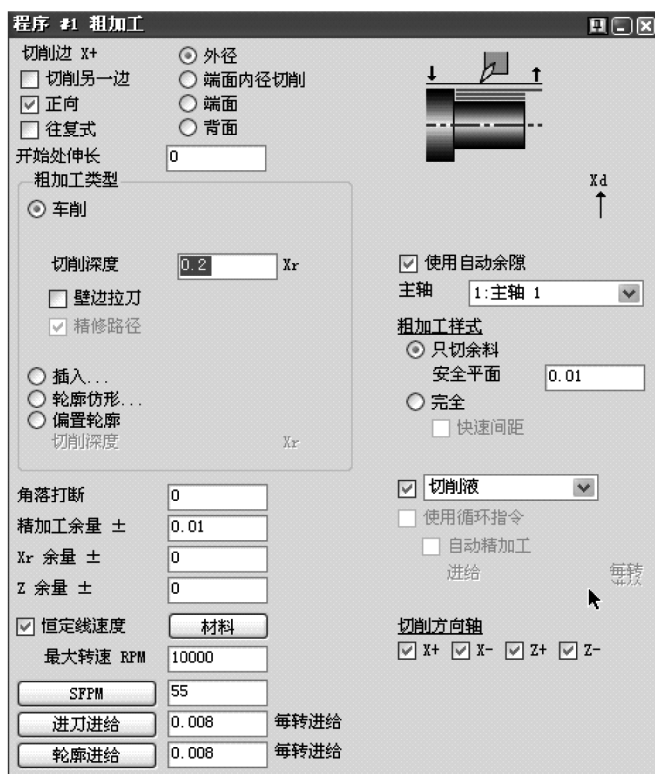

图 6-50 粗车加工程序
1) 第一个程序应用#3 刀具创建如图 6-50 所示的粗车加工程序。